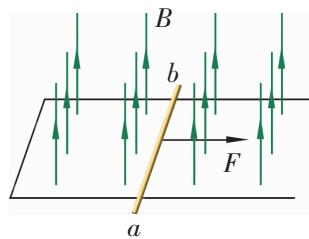

图 1-9
9. 如图 1-9 所示，水平 U 形光滑框架的宽度为 1 m，电阻忽略不计，导体 ab 的质量是 0.2 kg，电阻是 0.1Ω ，匀强磁场的磁感应强度 $B=0.1 \text{ T}$ ，方向垂直框架向上。现用 1 N 的外力 F 由静止拉动 ab 杆，当 ab 的速度达到 1 m/s 时，求此时 ab 杆产生的感应电动势的大小和加速度的大小。